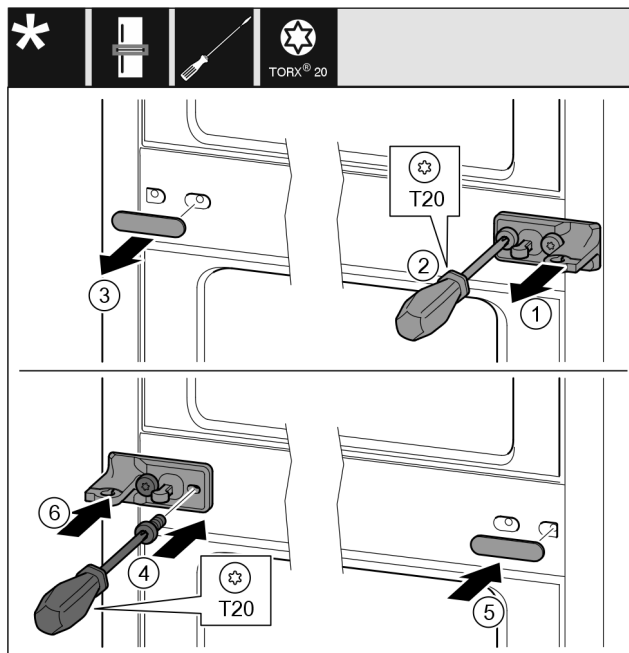

Fig. 43
- Sfilare la rondella Fig. 43 (1).
- Estrarre le viti Fig. 43 (2) con un cacciavite.
- Estrarre la copertura Fig. 43 (3) con cautela.
- Stringere bene il blocco di supporto con pellicola Fig. 43 (4) ruotato di 180° sull'altro lato.
- Applicare la copertura Fig. 43 (5) ruotata di 180° sull'altro lato.
- Infilare la rondella Fig. 43 (6) dal davanti.